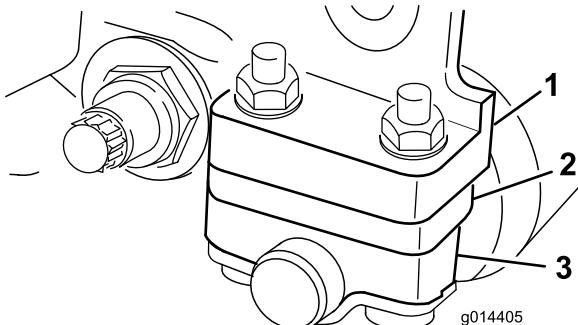

図 12
1. **刈り高さと下刃の選択表 (ページ 12)** に従って、サイドプレート取り付けフランジ (図 12) の下に必要な枚数のスペーサーを入れて、後部ローラー ブラケットを希望の刈高範囲に調整する。